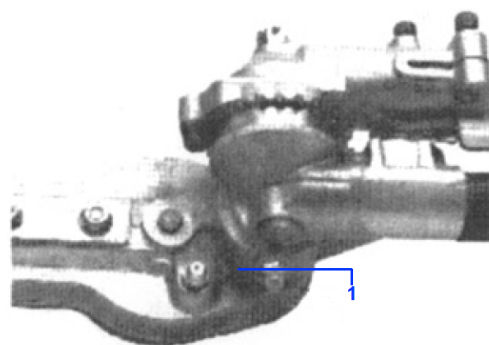

Fig. HT15
c. Sfilare la scatola ingranaggi dal tubo. Con una pistola da ingrassaggio, applicare del grasso a base di litio (circa 10 grammi) nel raccordo filettato fino a quando il grasso usato viene spurgato dalla scatola ingranaggi (Fig. HT15). È possibile vedere il grasso spurgato nella cavità del tubo esterno. Pulire il grasso in eccesso, quindi rimontare la scatola ingranaggi sul tubo esterno.